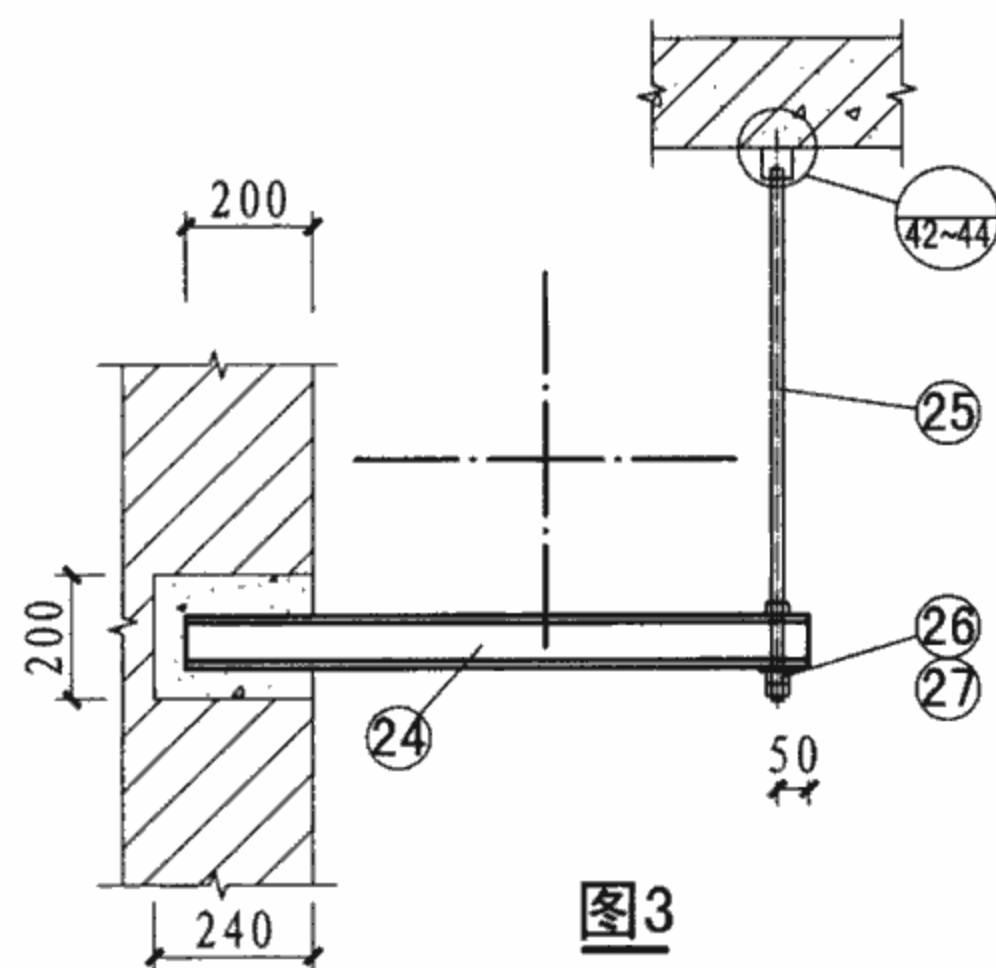
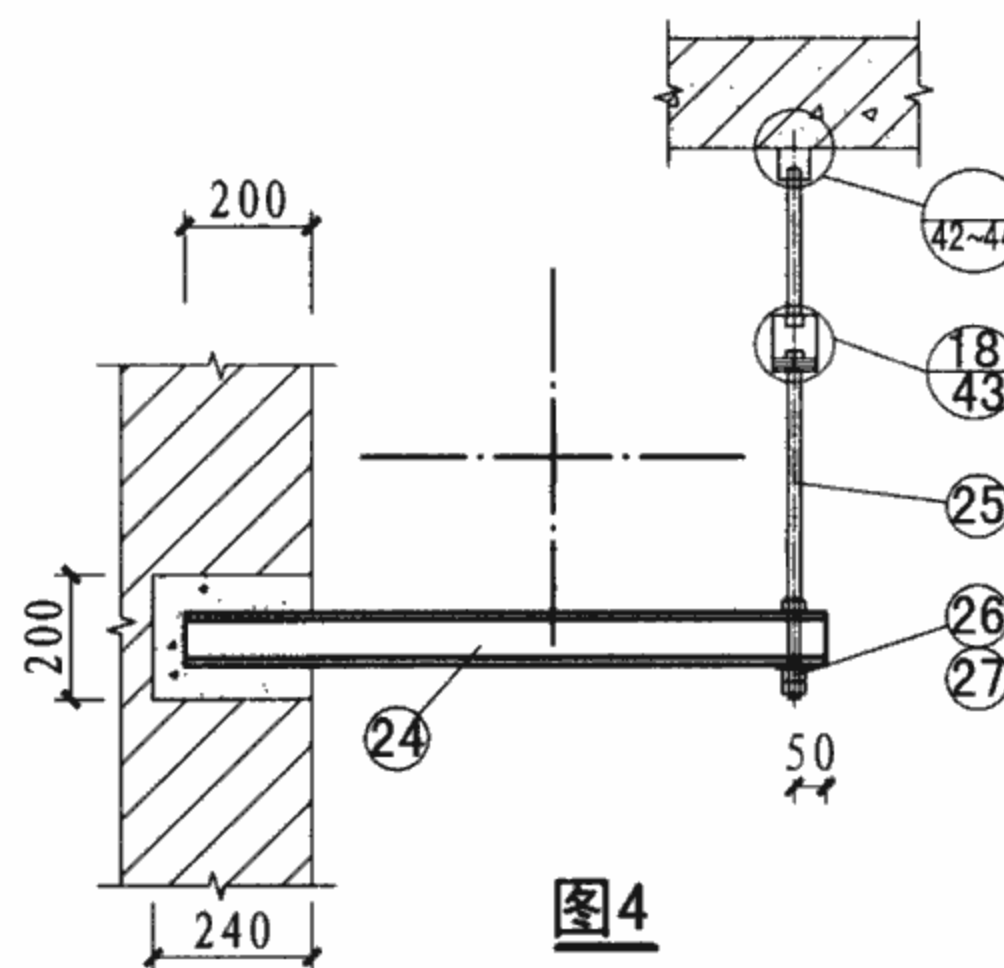

图3
图4
2. 图1、图2的支架横梁为角钢, 图3、图4的支架横梁为槽钢。
3. 图1、图3为无减振安装形式, 图2、图4为减振安装形式。